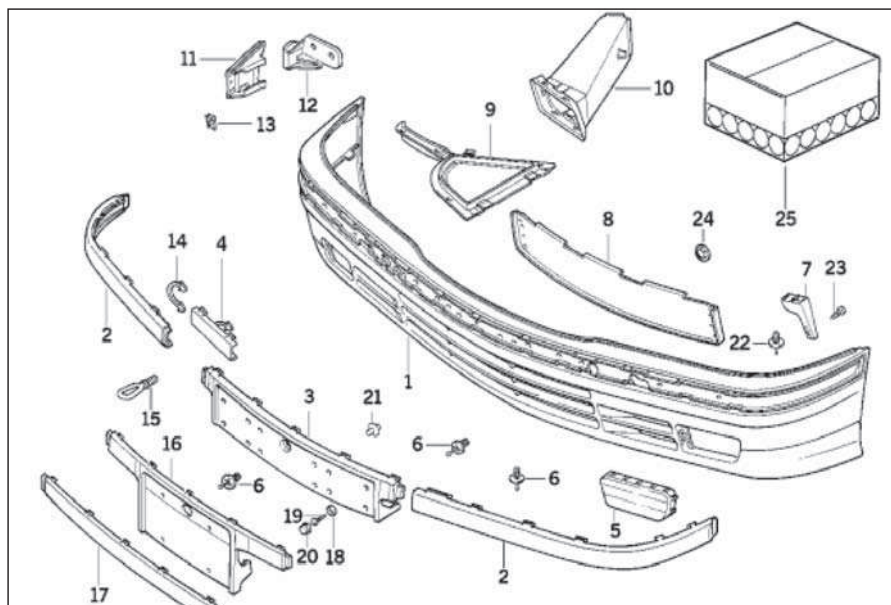
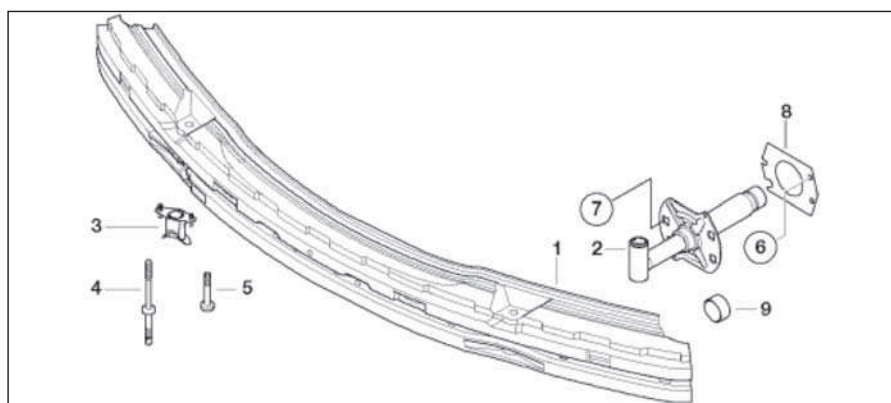

Рис. 20.7. Облицовка переднего бампера:
Рис. 20.8. Балка переднего бампера:
Передний бампер и его облицовка (рис. 20.7) конструктивно выполнены так, что они могут без повреждений выдержать удар на скорости до 4 км/ч. Энергия удара на скорости 15 км/ч поглощается облицовкой, внутренней алюминиевой балкой (1, рис. 20.8) и двумя демпферами (2). Это исключает повреждение кронштейнов опор двигателя и элементов передней подвески. Демпферы закреплены на заклепках и гайках/шпильках передних лонжеронов и легко заменяются.
- Используя приспособление «00.9.321» (фальцовка), отсоединить справа и слева козырек брызговика и оттянуть его немного вперед облицовки (1, см. рис. 20.7) бампера.
- Выставить бампер горизонтально и состыковать ШСы (операцию проводить вдвоем). Установить бампер в боковые направляющие (12, см. рис. 20.7) и дослат его в сторону двигательного отсека.